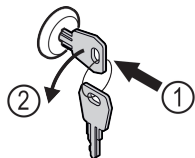

Fig. 123
- ▶ Uvucite ključ. Fig. 123 (1)
- ▶ Okrenite ključ za 90° nalijevo. Fig. 123 (2)